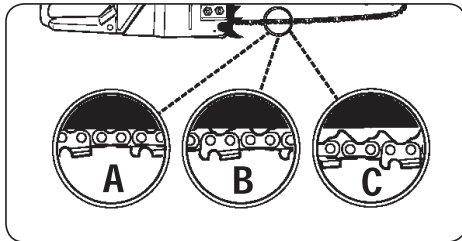

Рис. 4А
В случае, если цепь чрезмерно провисла или слишком сильно натянута, зубчатое колесо, шина, цепь и коленчатый вал изнашиваются намного быстрее. Рассмотрите (Рис. 4А), на котором показано правильное натяжение при холодной цепи (А), теплой цепи (В), а также цепи, натяжение которой необходимо отрегулировать (С).
1. Держите верхушку шины повернутой вверх и вращайте регулирующий винт (D) по ходу часовой стрелки, чтобы увеличить натяжение цепи. Вращение винта (D) против хода часовой стрелки уменьшает натяжение цепи. Убедитесь в том, что цепь расположена по всей периферии шины (Рис. 4В).